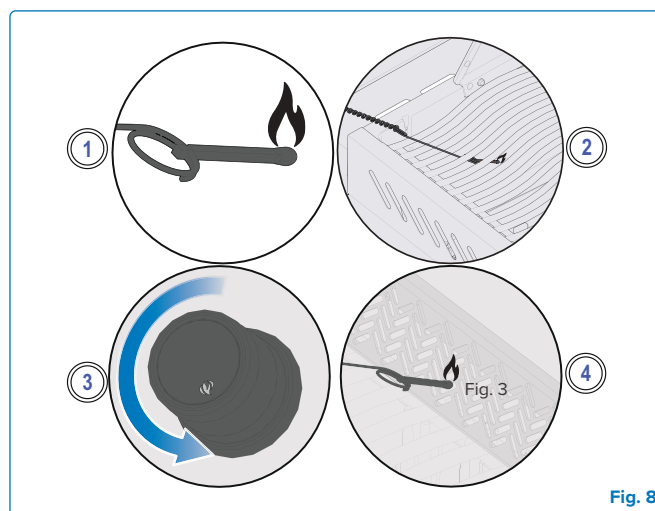

Fig. 8
2. Inserte el fósforo encendido entre las rejillas y las placas sobre los quemadores mientras gira la perilla correspondiente a la posición de llama alta. **(Fig. 8).**